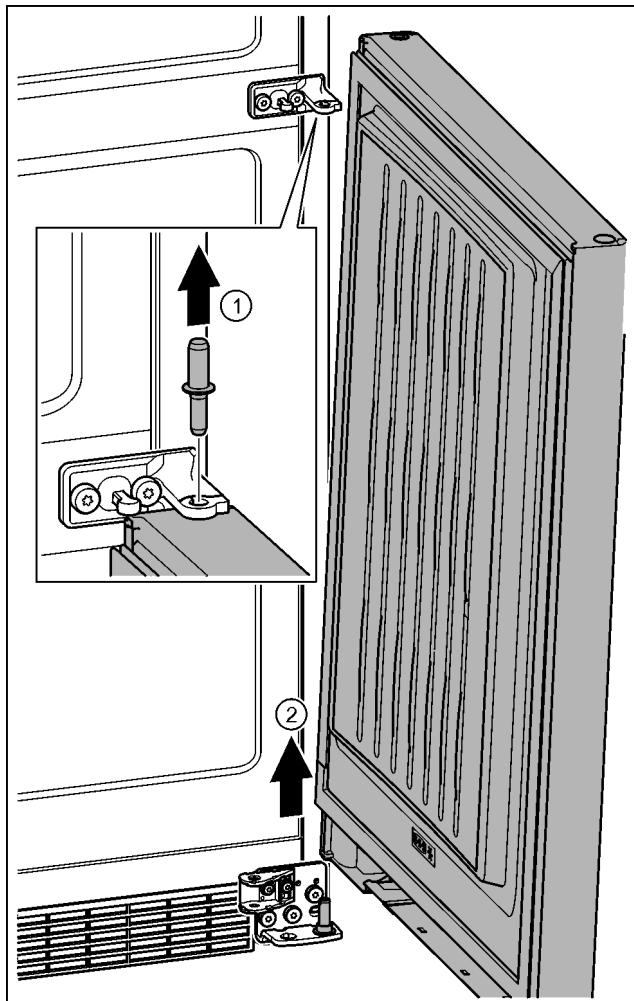

Fig. 22
- 向上拉出螺栓。 Fig. 22 (1)
- 向外旋转冰箱门，向上拉出后放在旁边。 Fig. 22 (2)